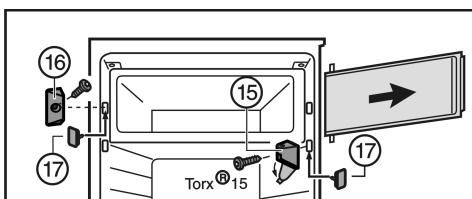

Fig. 7
- ▶ Повдигнете капакa на лагерната стойка Fig. 7 (15).
- ▶ Отвинтете лагерната стойка Fig. 7 (15) с вратата на хладилната камера.
- ▶ Отвинтете затварящия елемент Fig. 7 (16).
- ▶ Запушете образувалите се дупки с приложените тапи Fig. 7 (17).